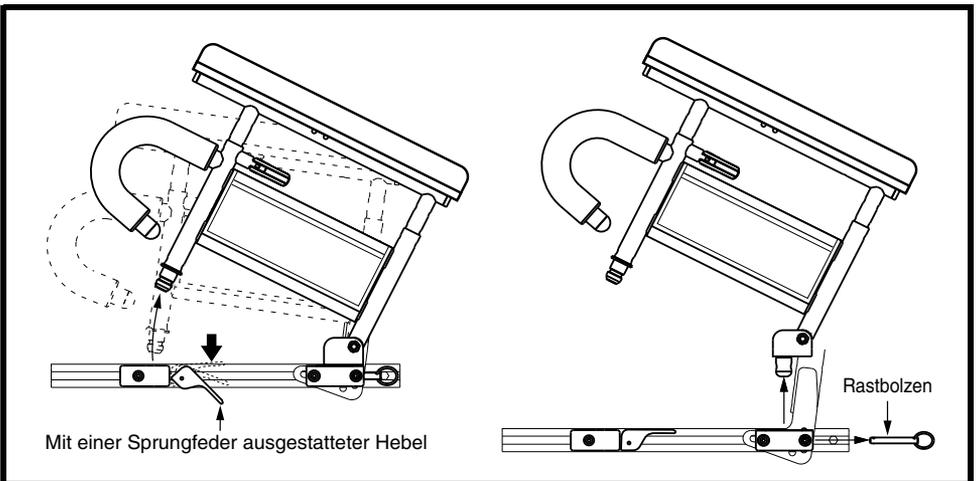

Abbildung 30. Anbringung und Entfernung der höhenverstellbaren und hochklappbaren Armlehne mit zwei Stützen
Der Höhenverstellungsbereich der höhenverstellbaren und hochklappbaren Armlehne mit zwei Stützen entspricht 10,16 cm (4 Zoll) in Stufen von 1 Zoll (2,54 cm). Insgesamt umfasst der Höhenverstellungsbereich 25,4-35,56 cm (10-14 Zoll). Dieser Bereich wird vom obersten Punkt der Sitzschiene bis zum obersten Punkt der Armauflage gemessen. Sie können die Armlehnen für den Transfer auch nach oben klappen oder sie ganz entfernen. **Siehe Abbildung 30.**
1. Drücken Sie den mit einer Sprungfeder ausgestatteten Hebel nach unten und ziehen Sie das vordere Ende der Armlehne hoch. **Siehe Abbildung 30.**
2. Entfernen Sie den Rastbolzen am Ende des Sitzes. **Siehe Abbildung 30.**
1. Stecken Sie das hintere Ende der Armlehne in die dafür vorgesehene hintere Sitzhalterung und bringen Sie den Rastbolzen wieder an. **Siehe Abbildung 30.**